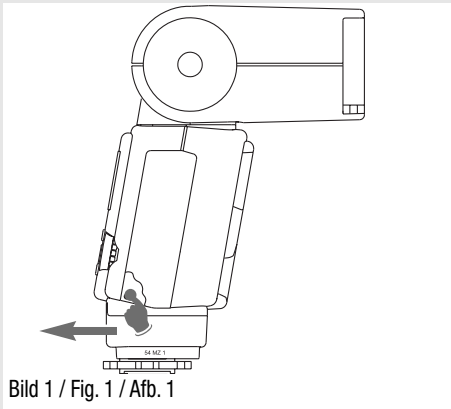

Bild 1 / Fig. 1 / Afb. 1
- Farbigen Entriegelungsknopf drücken (Bild 1) und gleichzeitig den SCA-Adapter bzw. Standardfuß abziehen.
- Appuyez sur le bouton de déverrouillage en couleur (Fig. 1) tout en tirant sur l'adaptateur SCA ou le sabot standard.
- Op de gekleurde ontgrendelknop drukken (afbeelding 1) en tegelijkertijd de SCA-adapter, c.q. standaardvoet afnemen.